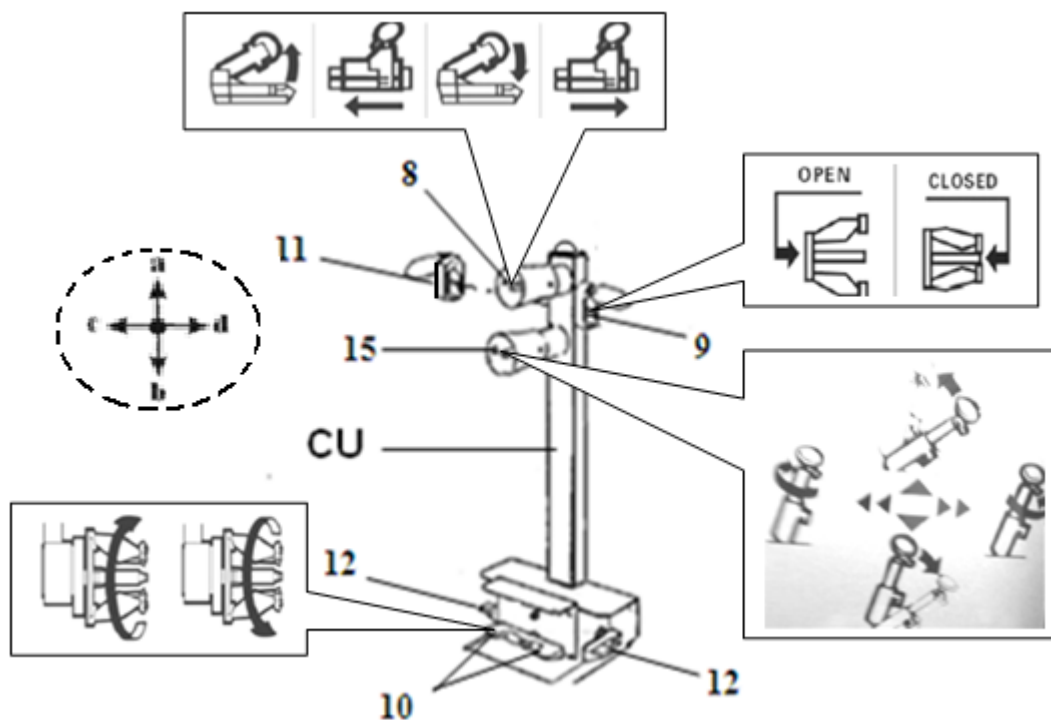

Рис. 2. Переносная стойка управления.
Чтобы немедленно остановить работу стенда: Нажмите аварийный выключатель (ES, Рис.2) на стойке управления. Переведите главный выключатель (QS, Рис.2) в положение “0”. Отключите станок от электросети.
- **Верхний джойстик** (переключатель 4-х позиционный) (8, Рис. 2): в положении «**a**» поднимает балку шпинделя, в положении «**b**» -- опускает её; в положении «**c**» перемещает одновременно шпиндель вправо и монтажную консоль влево (*навстречу друг другу*), в положении «**d**» перемещает одновременно шпиндель влево и монтажную консоль вправо (*в стороны друг от друга*). Джойстик расположен в защитной гарде.
- **Нижний джойстик** (переключатель 4-х позиционный) (15, Рис. 2): в положении «**a**» переводит монтажную консоль в «нерабочее» положение, в положении «**b**» переводит монтажную консоль в «рабочее» положение», в положении «**c**» поворачивает монтажную головку по часовой стрелке на, в положении «**d**» поворачивает монтажную головку в обратном направлении на 180°. Джойстик расположен в защитной гарде.
- **Переключатель «Зажим – Разжим»** (9, Рис. 2): при переводе вверх открывает кулачки зажимного устройства, при переводе вниз закрывает их.
- **Педаля вращения шпинделя** (10, Рис. 2): при нажатии правой педали шпиндель зажимного устройства вращается по часовой стрелке, при нажатии левой – против часовой стрелки (направление вращения указано стрелками на педали).
- **Выключатель 2-й скорости** (11, Рис. 2): при одновременном нажатии вместе с педалью вращения шпинделя (10, Рис. 2) вращает шпиндель на
- **Педаль 2-й скорости** (12, Рис. 2) перемещают шпиндель и монтажную консоль, каретку на повышенной скорости.